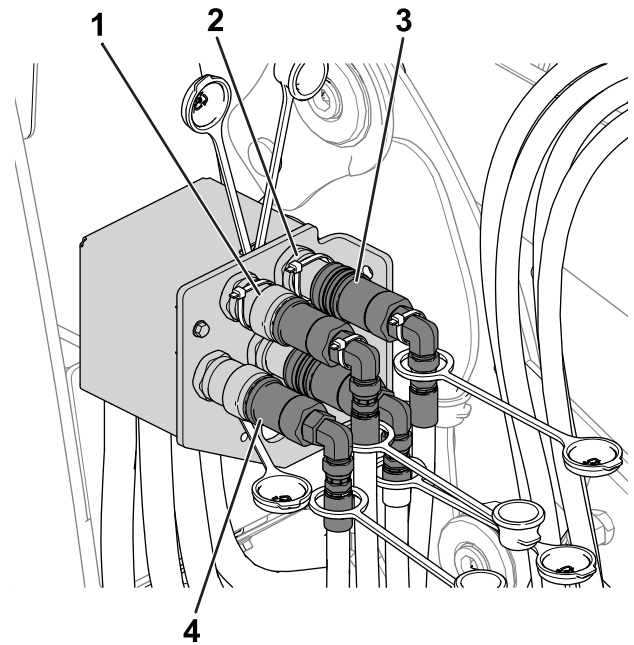

Bild 52
5. Führen Sie Folgendes aus, um die Hydraulikkupplungen zu verbinden (Bild 52):